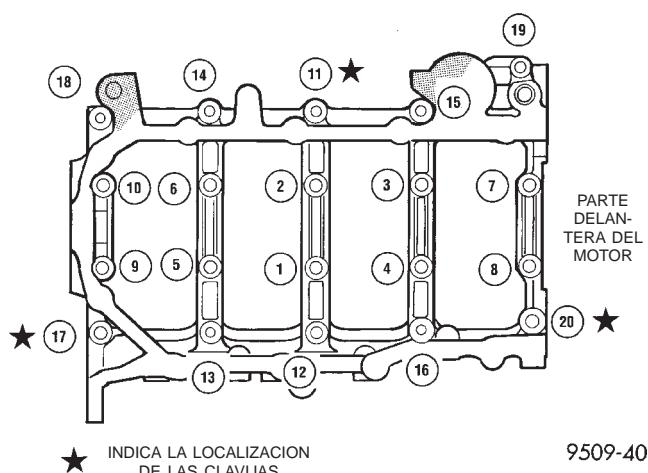

Fig. 79 Secuencia de torsión de las tapas de cojinete principal/bancada
cada toque el bloque de cilindros. Apriete los pernos con una torsión de 30 N·m (22 lbs. pie) (Fig. 79).
(8) Instale los pernos de la bancada del cojinete principal al bloque del motor (del 1 al 10) y apriete cada perno con una torsión de 81 N·m (60 lbs. pie), en la secuencia que se muestra en la (Fig. 79).
(9) Instale los pernos de la bancada del cojinete principal al bloque del motor (11 al 20), con los espárragos del deflector en las posiciones 12, 13 y 16 y apriete cada perno con una torsión de 30 N·m (22 lbs. pie), en la secuencia que se muestra en la (Fig. 79).
(10) Despues de instalar la bancada del cojinete principal, verifique la torsión de giro del cigüeñal. Esta no debe exceder los 5,6 N·m (50 lbs. pulg.).
(11) Instale la bomba de aceite. Si debe verificarse el juego longitudinal del cigüeñal, consulte los procedimientos de servicio en esta sección.
(12) Instale la rueda dentada del cigüeñal.
(13) Instale el filtro y el adaptador del filtro de aceite.
(14) Instale el colector de aceite y el collar estructural. Consulte el procedimiento descrito en esta sección.
(15) Realice el procedimiento de reaprendizaje de la distribución del árbol de levas y el cigüeñal del siguiente modo: